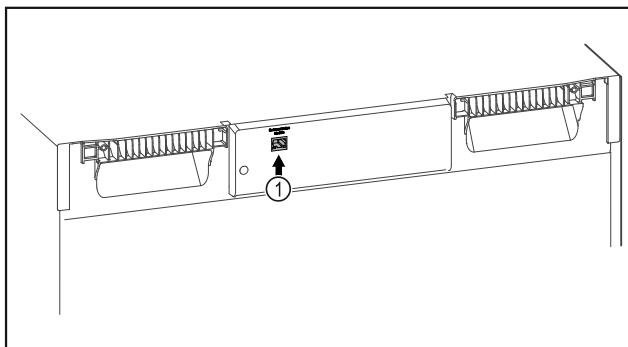

Fig. 79
- SmartModule Fig. 79 (1) inserito.